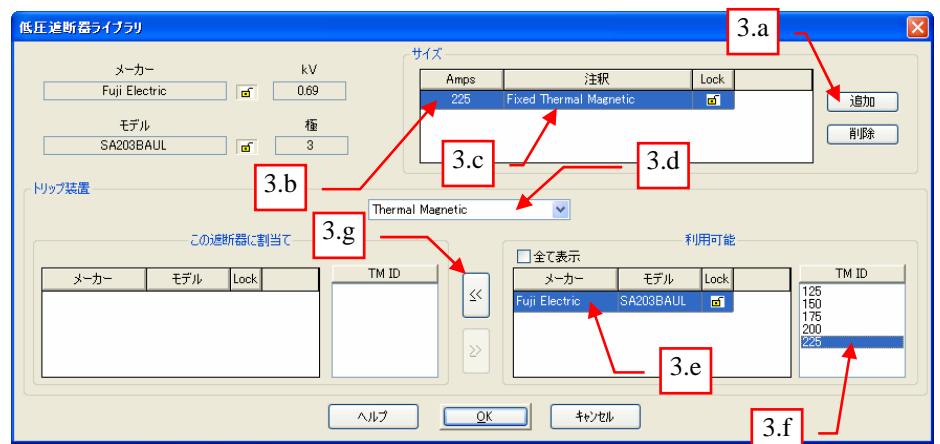

図 26
3. “低圧遮断器ライブラリ” ダイアログボックスに以下の通り入力します。 図 26 参照